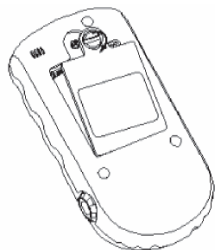

Figura 2-1
1) Abra o painel traseiro com uma moeda ou uma chave de fendas plana comum, tal como mostrado na Figura 2-1.